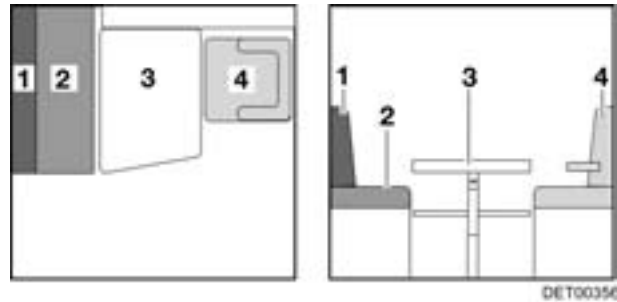

Bild 99 Vor dem Umbau
- Den Fahrersitz (Bild 99,4) drehen und ganz nach vorn schieben.
- Tisch (Bild 99,3) zum Bettunterbau umbauen (siehe Abschnitt 7.7).
- Das Rückenpolster (Bild 99,1) abnehmen und beiseite legen.